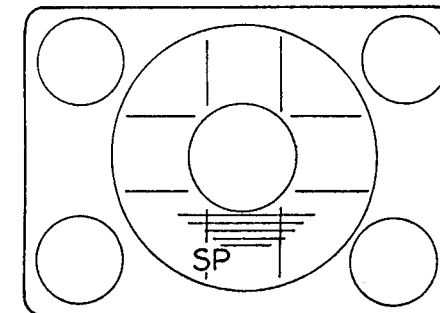

Abb. 4-103
- 1) Abgleich der Anzeigeposition (Abb. 4-103, 4-151)
3. CT801 so abgleichen, daß die Bandgeschwindigkeit (SP) auf der in Abb. 4-103 gezeigten Position auf dem Monitorbildschirm angezeigt wird.